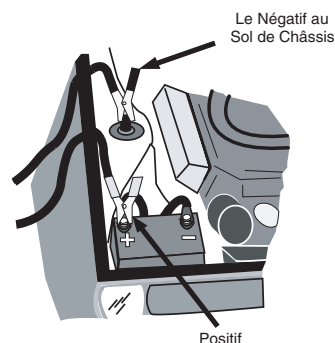

Figure 1
4. Déterminer quelle borne de la batterie est mise à la masse (reliée au) sur le châssis. Si la borne négative est mise à la masse sur le châssis (comme dans la plupart des véhicules), voir la figure 1 et l'instruction "5a". Si la borne positive est mise à la masse sur le châssis, voir la l'instruction "5b".